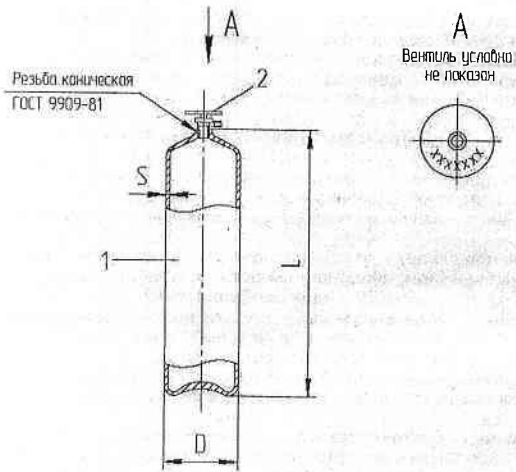

Рис. 2. Общий вид баллона
- Основные параметры и размеры баллонов соответствуют указанным на рис. 2 и в табл. 1.